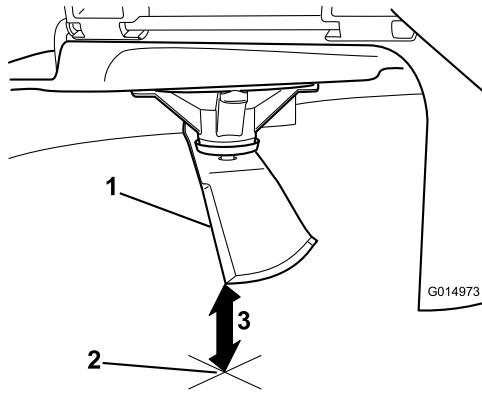

Figure 98
5. Mesurez la distance entre la pointe de la lame et la surface plane (Figure 98).